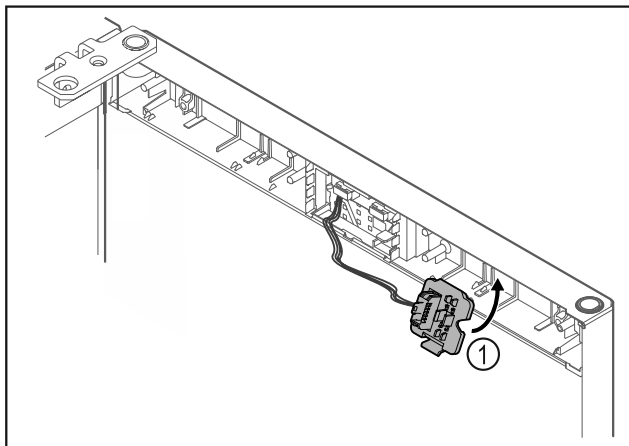

Fig. 17
- Zaistite držiak zástrčky Fig. 17 (1) na opačnej strane.